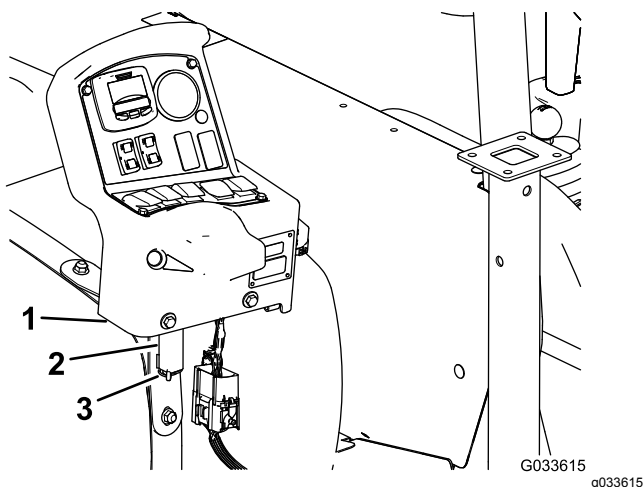

Рисунок 129
7. Снимите консоль с монтажного кронштейна на приборной панели автомобиля и совместите ось поворота управляющей консоли с кронштейном для хранения на переднем хомуте бака (Рисунок 129);
- Установите консоль на кронштейн и прикрепите ось поворота к кронштейну с помощью шплинта (Рисунок 129).